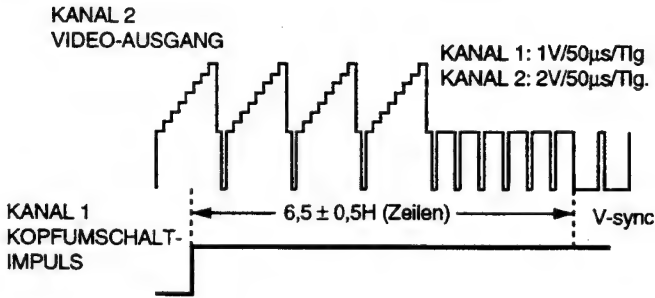

Abbildung 5-2.
6. Die Überprüfung der Wellenform am Oszilloskop gemäß Abbildung 5-2. unmittelbar nach Einstellung des Kopfumschaltpunktes vornehmen.